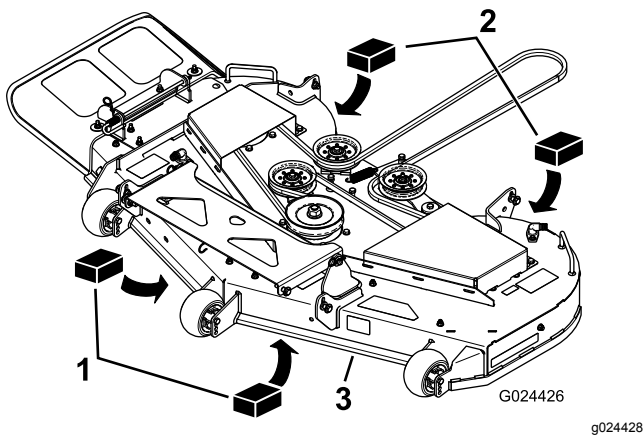

Figure 63
3. Placez deux cales de 6,66 cm (25/8 po) sous chaque côté du bord avant du tablier de coupe, mais pas sous les supports des galets anti-scalp (Figure 63).
4. Placez deux cales épaisses de 7,30 cm (27/8 po) sous le bord arrière de la jupe du tablier de coupe, une de chaque côté (Figure 63).